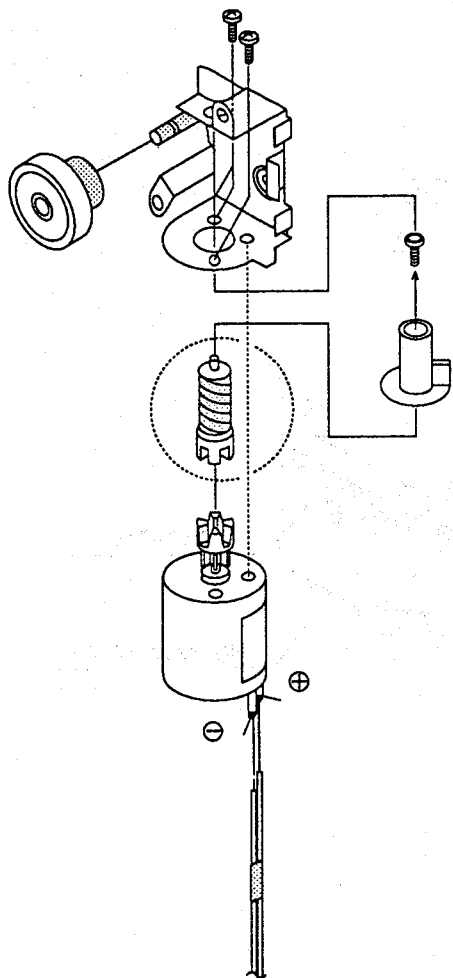

图 4-50
- ① 取出旧的磁带装挂马达。按上图（图4-50）所示要求装换新的磁带装挂马达。